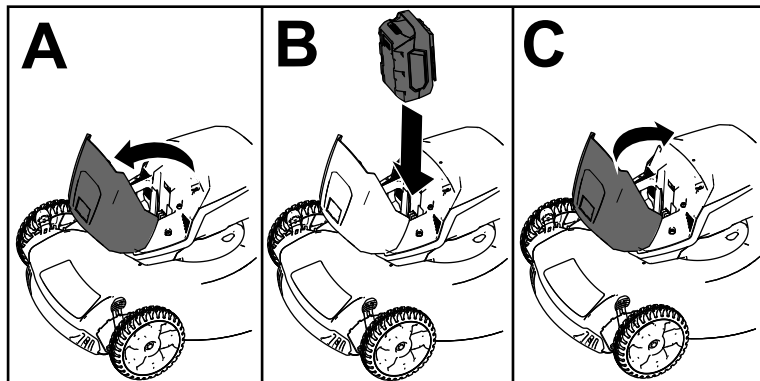

Figura 7
2. Sollevate il coperchio del vano batteria (A della Figura 7).
3. Allineate la cavità nel pacco batteria con la linguetta sulla macchina e fate scorrere il pacco batteria nel vano fino a quando non si blocca in posizione (B della Figura 7).
4. Chiudete il coperchio del vano batteria (C della Figura 7).